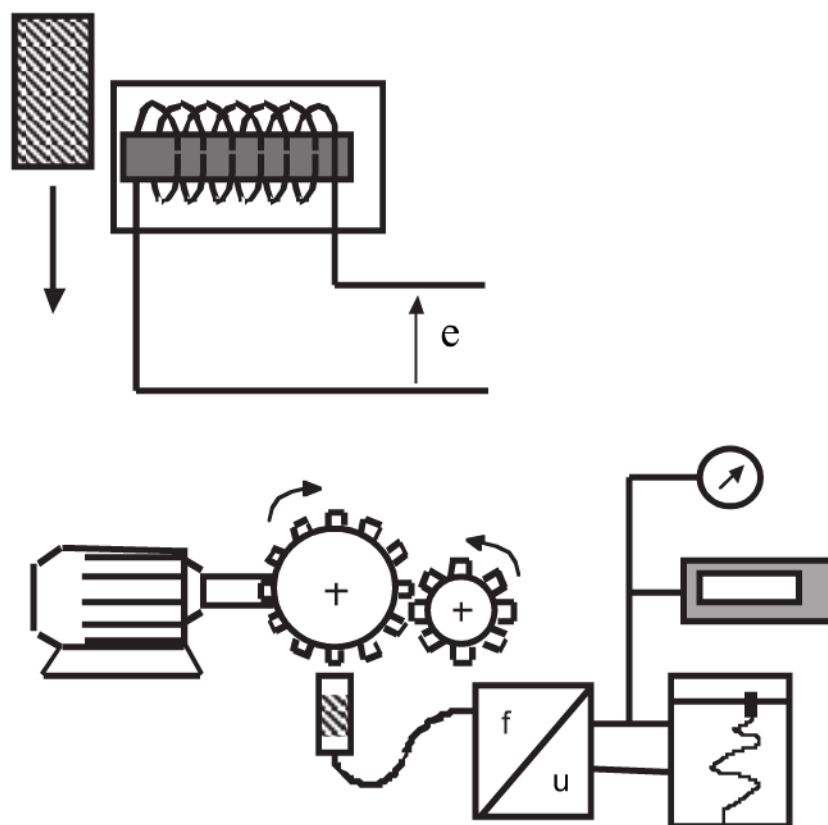

Figure 12.7 – Tachymètre à impulsions inductives (principes et modélisation).
12.2.6 Tachymètres à impulsions inductives (figure 12.7)